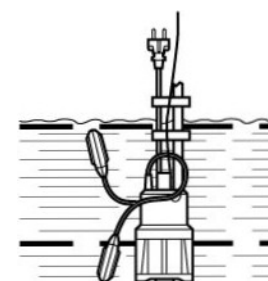

Fig. 3
- > Attachez une corde à la poignée [1] puis faites descendre l'appareil lentement dans le réservoir. Afin que l'interrupteur à flotteur [7] puisse se déplacer librement (Fig. 3), les dimensions minimales du réservoir doivent être de 40x40x50cm.